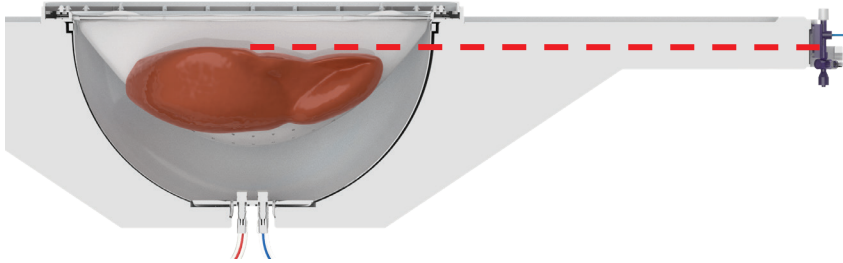

Figura 28: Altura do fígado em relação ao sensor de pressão
- Observe que o fígado é sustentado pela rede e pelo fluido no reservatório. Para garantir uma medição precisa da pressão, é essencial alinhar a altura do fígado com o sensor de pressão, conforme mostrado na Figura 28. A ponta da cânula deve estar na mesma altura do centro do sensor de pressão.